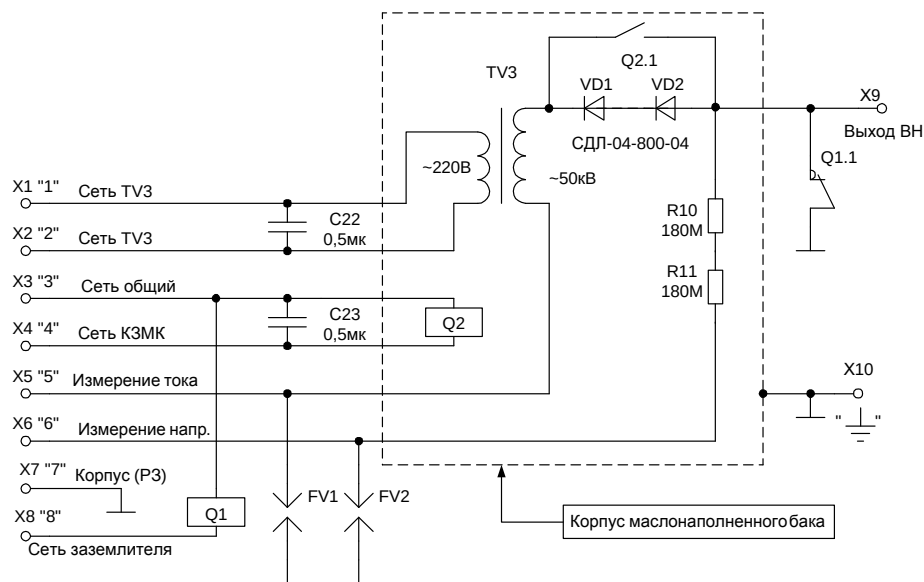

Рис.3. Блок ВН. Схема электрическая принципиальная
4.1.2. БВН (см. схему рис. 3) включает в себя: трансформатор высоковольтный TV3, выключатель высоковольтный KS1, резисторы высоковольтные R10, R11, выпрямительные столбы VD18, VD19, помещённые в бак, заполненный трансформаторным маслом.
4.2.1. Схема принципиальная электрическая аппарата представлена на рис. 3, 4, 5.